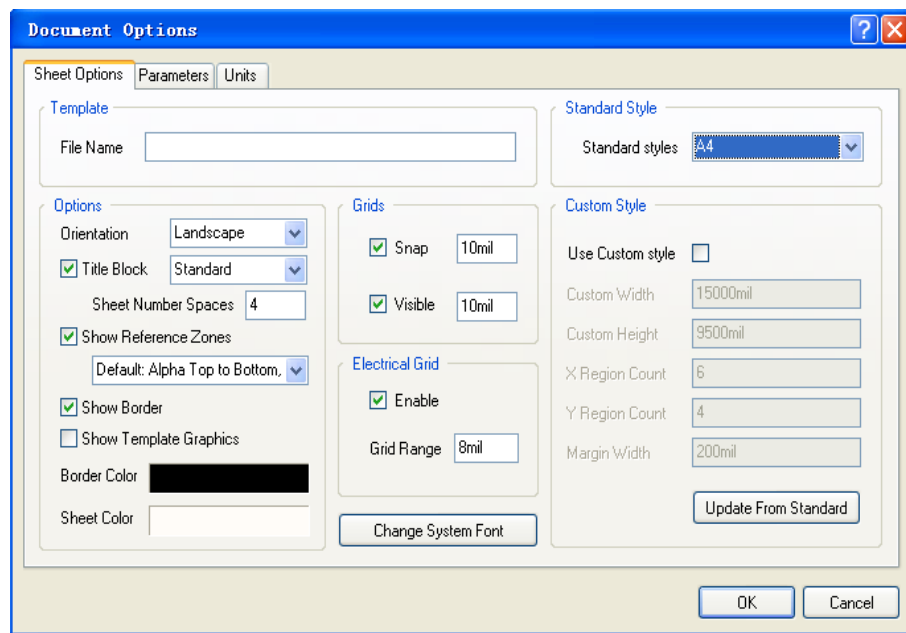
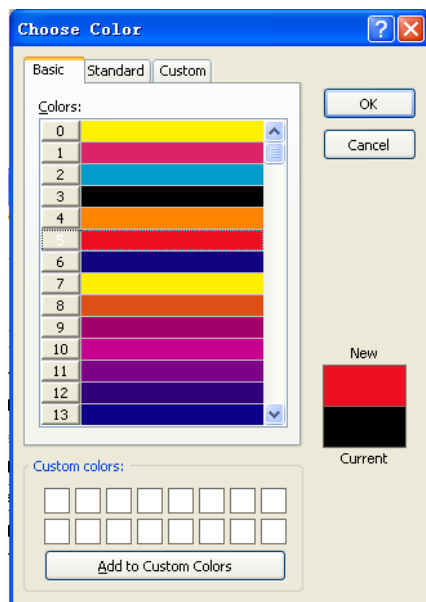

图6-3 用Sheet Options选项卡进行原理图图纸的设置
图6-6 选择颜色对话框
设置图纸尺寸时可执行“Design→Document Options”菜单命令，执行后，系统将弹出“Document Options”对话框，选择其中的“Sheet Options”标签进行设置，如图6-3所示。
❖ 在Altium Designer给出的标准图纸格式中主要有公制图纸格式(A4~A0)、英制图纸格式(A~E)、OrCAD格式(OrCADA~ OrCADE)以及其他格式(Letter、Legal)等。选择后，通过单击图6-3示的对话框右下角的按钮就更新当前的图纸的尺寸。
- ❖ 如果需要自定义图纸尺寸，必须设置图6-3所示“Custom Style”栏中的各个选项。首先，应选中“Use Custom Style”复选框，以激活自定义图纸功能。
- ❖ (1) Custom Width: 设置图纸的宽度。
- ❖ (2) Custom Heigh: 设置图纸的高度。
- ❖ (3) X Region Count: 设置x轴框参考坐标的刻度数。如图6-3中设置为6，就是将x轴6等分。
- ❖ (4) Y Region Count: 设置y轴框参考坐标的刻度数。如图6-3中设置为4，就是将y轴4等分。
- ❖ (5) Margin Wdth: 设置图纸边框宽度。如图6-3中设置为200，就是将图纸的边框宽度设置为200mil。
- ❖ 在图6-3中，使用“Orientation”（方位）下拉列表框可以选择图纸的布置方向。按右边的‘’符号可以选择为横向（Landscape）或纵向（Portrait）格式。
- ❖ 在图6-3中，“Border Color”选择项用来设置边框的颜色，默认值为黑色。单击右边的颜色框，系统将弹出“Choose Color”对话框，如图6-6所示，我们可通过它来选取新的边框颜色。
- ❖ “Sheet Color”栏负责设置图纸的底色，默认的设置浅黄色。要改变底色时，双击右边的颜色框，打开“Choose Color”对话框如图6-6所示，然后选取出新的图纸底色。
- ❖ 在设计原理图时，图纸上的栅格为放置元器件、连接线路等设计工作带来了极大的方便。在进行图纸的显示操作时，可以设置网格的种类以及是否显示网格。在图6-3所示的 Document Options对话框中栅格设置条目可以对电路原理图的图纸栅格（Grids）和电气栅格（Electrical Grid）进行设置。
- ❖ 在图6-3所示的“Document Options”对话框中，单击“Change System Font”（更改系统字体）按钮，屏幕上会出现系统字体对话框，可以对字体、大小、颜色等进行设置。选择好字体后，单击“确定”按钮即可完成字体的重新设置。
- ❖ 图纸的设计信息记录了电路原理图的设计信息和更新记录。Altium Designer的这项功能使原理图的设计者可以更方便、有效地对图纸的设计进行管理。若要打开图纸设计信息设置对话框，可以在图6-3所示的Document Options对话框中用鼠标单击Parameters标签，如图6-8所示。“Parameters”标签为原理图文档提供20多个文档参数，供用户在图纸模板和图纸中放置。当用户为参数赋了值，并选中转换特殊字符串选项后（方法：鼠标单击主菜单DXP→Preferences→Schematic→Graphical Editing，在该选项卡内选择复选框：Convert Special Strings），图纸上显示所赋参数值。
- ❖ 可以在图6-3所示的Document Options对话框中用鼠标单击Units标签,可以设置图纸是用英制 (Imperial) 或公制(Metric)单位。